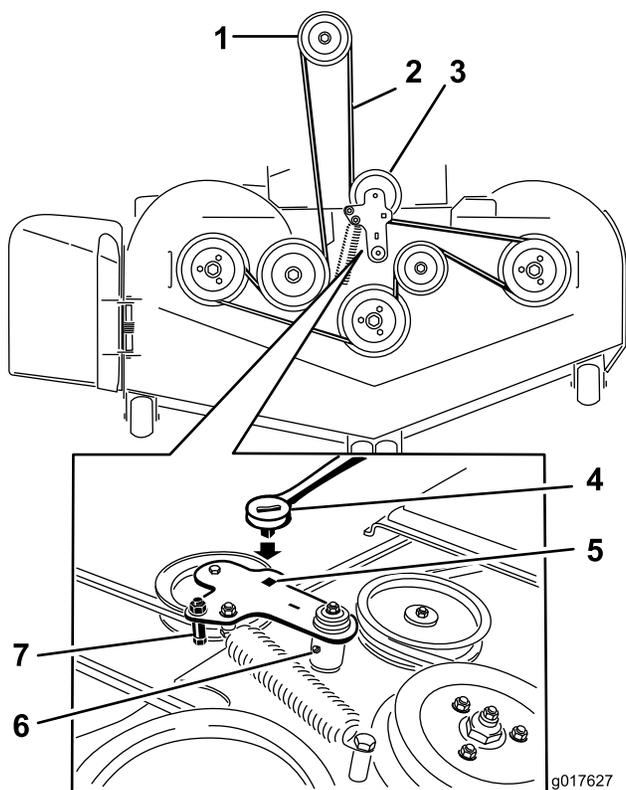

Figure 85
5. Soulevez le plancher et insérez un rochet dans le trou carré de la poulie de tension du plateau (Figure 85).
6. Tournez la poulie de tension dans le sens horaire et retirez la courroie du plateau (Figure 85).